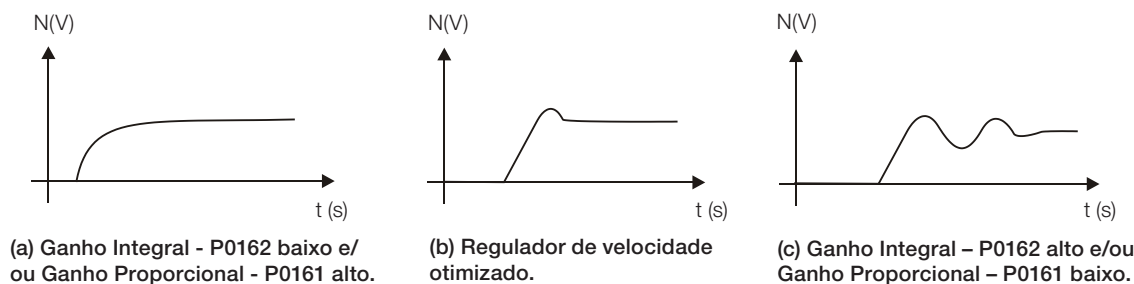

Figura 9.4: (a) a (c) Tipos de resposta do regulador de velocidade
7. Ajuste P0161 e P0162 em função do tipo de resposta apresentada na Figura 9.4 na página 9-13.
A ação diferencial pode minimizar os efeitos na velocidade do motor decorrentes da aplicação ou da retirada de carga. Consulte a Figura 9.4 na página 9-13.
A referência de tensão usada no regulador "Tensão de Saída Máxima" (consulte a Figura 9.3 na página 9-8 ou Figura 9.4 na página 9-13) é diretamente proporcional a tensão da bateria.